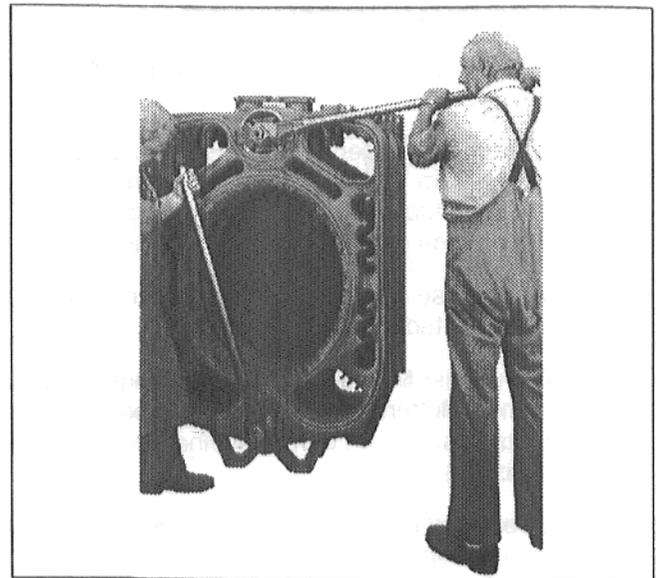

Abb. 16
**Kesselpreßwerkzeug der Größe 2.2 verwenden (Abb. 1, Abb. 16).**
- Eine Zugstange durch die obere und eine durch die untere Nabe des Kessels schieben (Abb. 16).